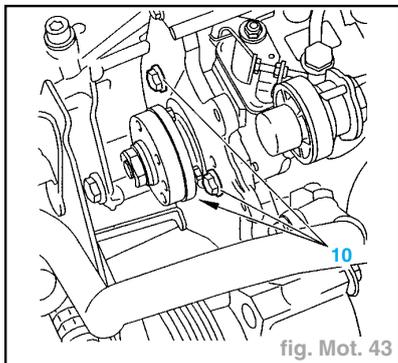

fig. Mot. 43
- les vis de fixation du pignon de pompe d'injection (9) ; à l'aide de l'outil [1] (réf. 6016T),
- le pignon de pompe d'injection (9).
- Déposer les 3 vis (10) (fig. Mot. 43) :